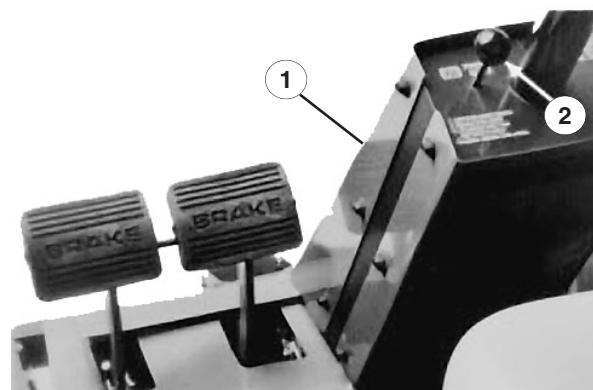

Bild 31
2. Entfernen Sie die (6) Schrauben, mit denen die vordere Abdeckung der Lenksäule am Rahmen abgesichert wird und ziehen die Abdeckung ab (Bild 31).